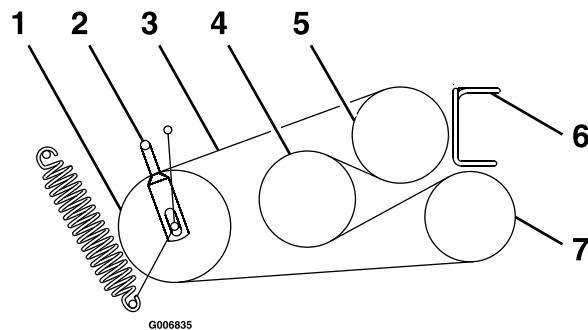

Figura 48
6. Afloje las guías de la correa A y B (Figura 48).
8. Enrute las correas nuevas alrededor de las poleas, según se muestra en Figura 48.